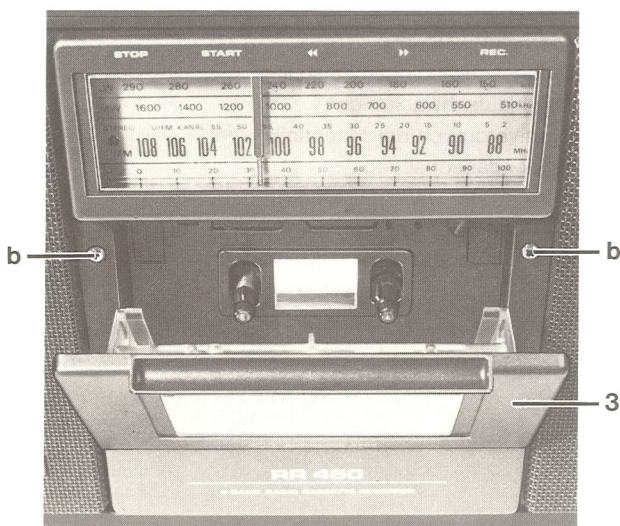

Bild 2
- Cassettendeckel 3 aufklappen, 2 Schrauben b (Bild 2) herausdrehen.